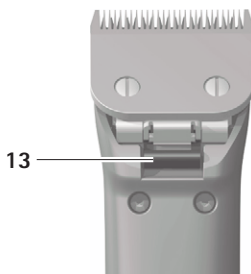

Fig. 4
- Trykk klippehodelåsen 14, se Fig. 4.